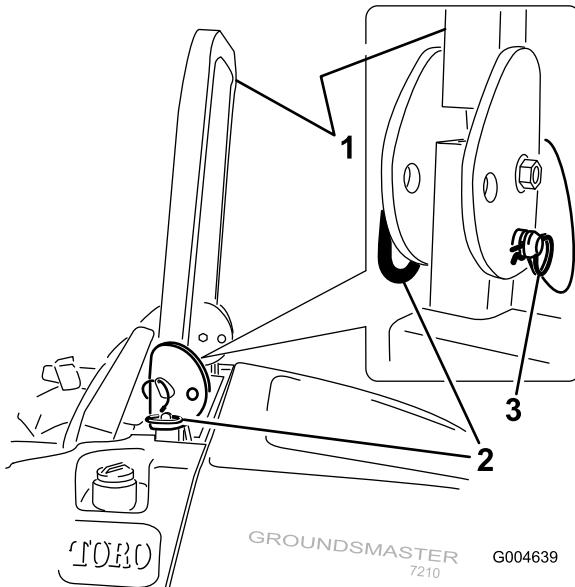

Figura 13
1. Para baixar a barra de segurança, retire os pernos de gancho, empurre a barra de segurança para a frente contra as molas e retire os dois pinos (Figura 13).
3. Instale os dois pinos e fixe-os com os contrapinos (Figura 13).
4. Para levantar a barra de segurança, remova os contrapinos e os dois pinos (Figura 13).
5. Levante a barra de segurança na vertical, instale os dois pinos e fixe-os com os contrapinos (Figura 13).